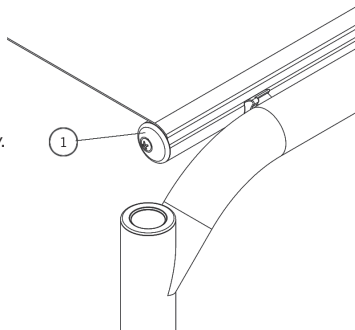

Fig. 25
- Remove end cap (1) (Fig. 25).
- Reinstall end cap (1)